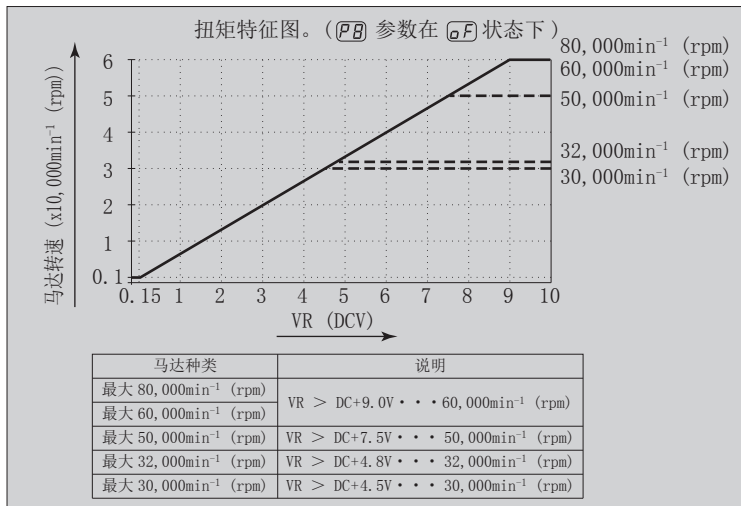
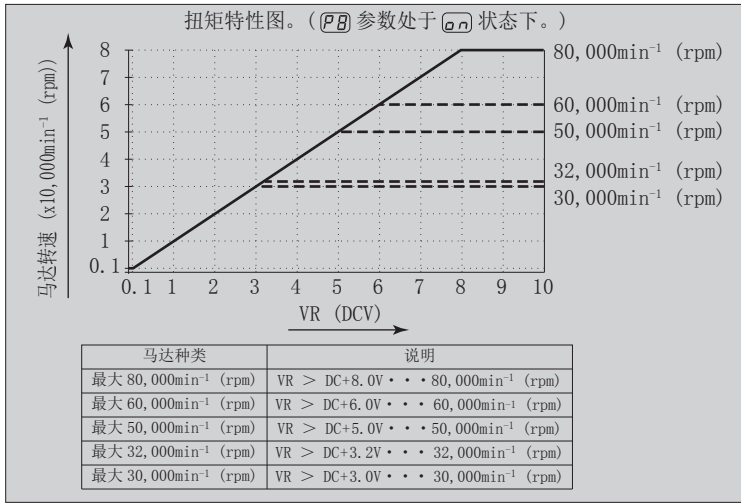

图 43
图 44
- 如果参数 (PB) 设定为 (OF), 马达特性将被设定为马达最高转速 ($60,000\text{min}^{-1}$)。
- 如果参数 (PB) 设定为 (ON), 特性将被设定为马达最高转速 ($80,000\text{min}^{-1}$)。
- 图 43 是将参数 (PB) 设定为 (OF) 的马达转速指令电压信号和转速的特性图。图 44 是将参数 (PB) 设定为 (ON) 的马达转速指令电压信号和转速的特性图。